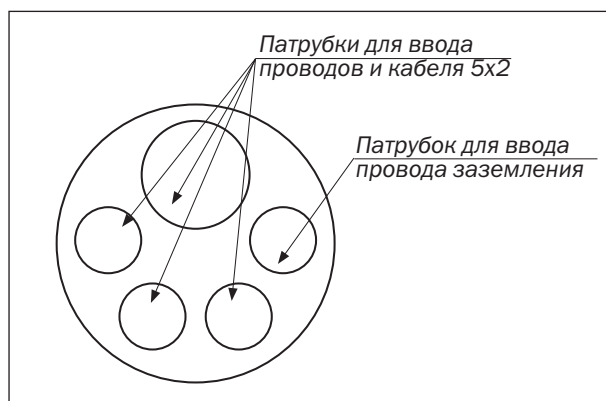

Рисунок 4.1 – Схема ввода кабелей и проводов в патрубки оголовника муфты
4.1.6 Ввести кабель и провода в патрубки оголовника муфты (рисунок 4.1).
Ввести провод заземления в отдельный патрубок муфты (рисунок 4.1).